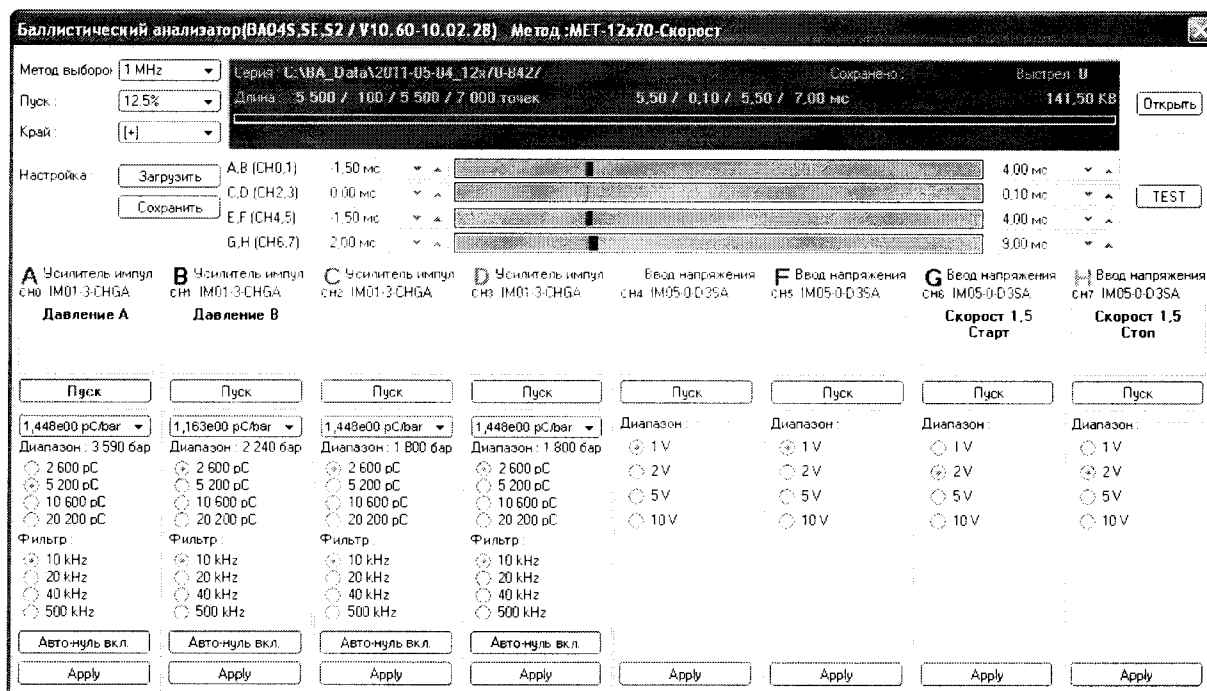

Рис.7 – Панель «Баллистический анализатор» – настройки
7.3.5.13 Нажать «Да». Отобразится панель «Баллистический анализатор» в которой устанавливаются параметры измерения баллистического анализатора ВА04S, смотри рисунок 7. Установленные параметры соответствуют последнему произведенному измерению